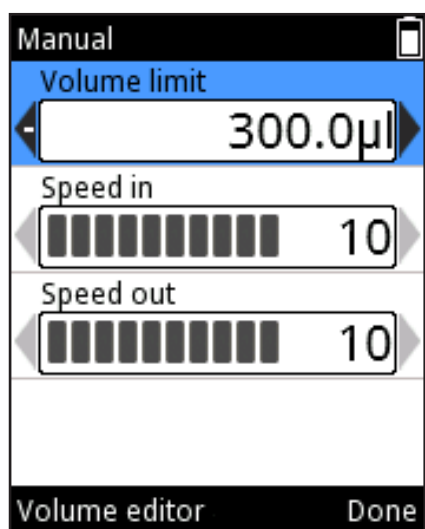

Imagen D36.
2. Modifique el limit volume (límite de volumen) con , o el **Volume editor** (Editor de volumen) (sección D.1.2). El valor de limit volume (límite de volumen) es el volumen máximo que puede aspirarse. El limit volume (límite de volumen) puede ajustarse entre los volúmenes mínimo y máximo del modelo de pipeta (Imagen D36).